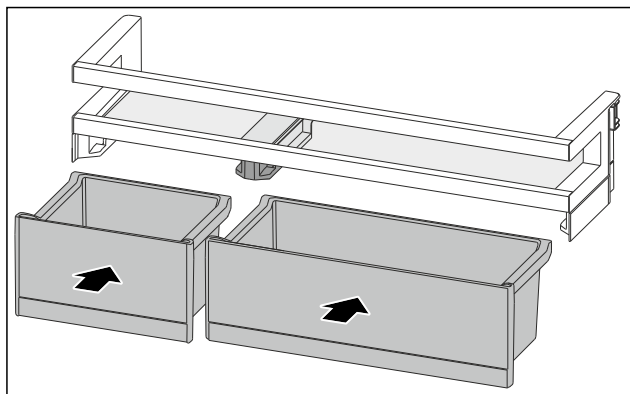

Fig. 115
- Umetnite kutije VarioBox izmijenjenim redoslijedom. (pogledajte Fig. 115)